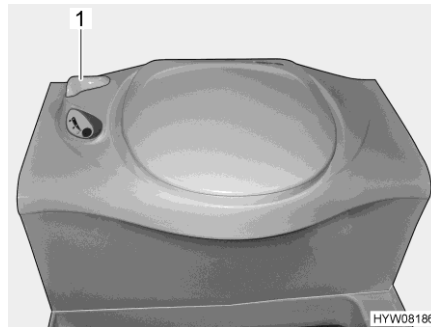

Fig. 295 Inodoro Thetford
- Antes del lavado, abrir la corredera del inodoro Thetford. Para ello, girar la palanca de corredera (Fig. 295,1) en sentido contrario a las agujas del reloj.
- Tras el lavado, cerrar la corredera. Para ello, girar la palanca de corredera (Fig. 295,1) en sentido de las agujas del reloj.